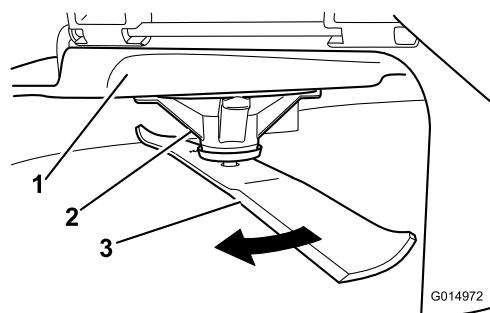

Figura 57
2. Llevando guantes fuertemente acolchados u otro tipo de protección apropiada para las manos, gire la cuchilla lentamente hasta una posición que permita medir la distancia entre el filo de corte y la superficie nivelada en la que descansa la máquina (Figura 57).